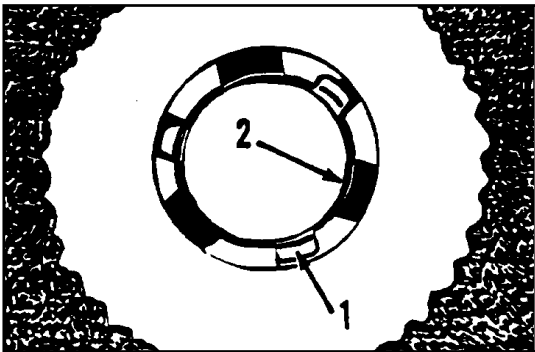

Figure 6
5. Insérer l'entraînement central de la brosse sur l'accouplement de la machine.(Voir fig. 6)